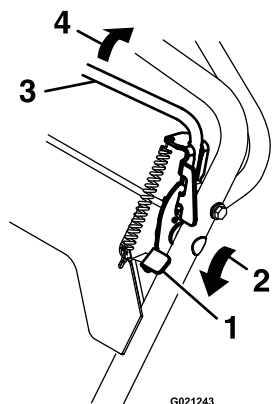

Figure 12
2. Poussez et maintenez le verrou de la commande des lames en avant pour relâcher la barre de commande des lames (Figure 12).